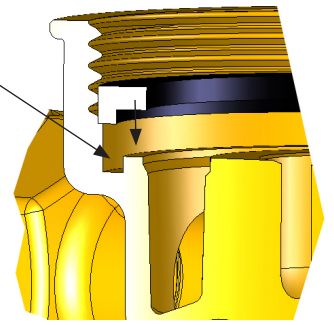

Bild 3 (Einlegen der Formdichtung)
- Mitgelieferte Formdichtung mit großer Planfläche nach oben in die Vormontage einlegen (Bild 3).